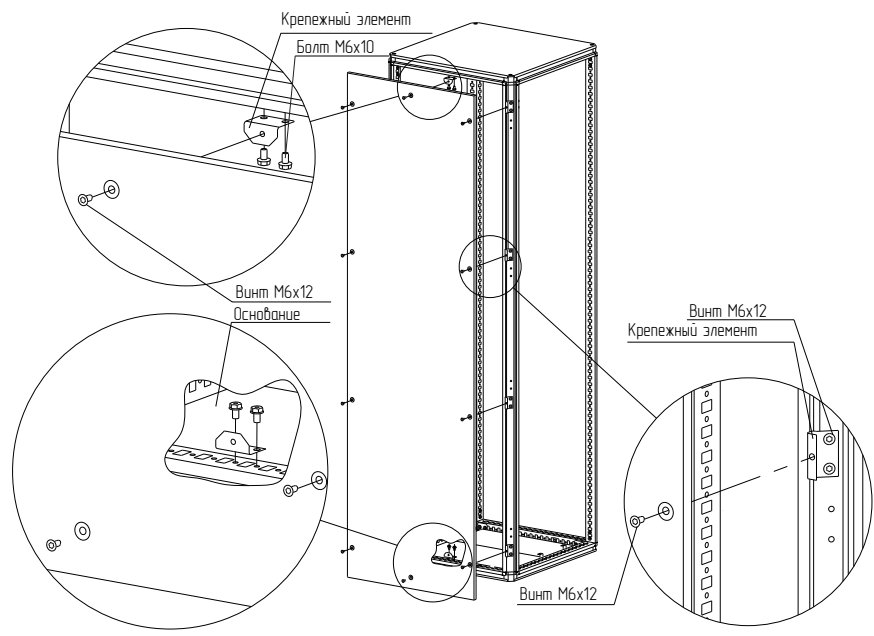

Рисунок 4
4.2.2 Закрепить восемь крепежных элементов на стойках каркаса (рисунок 4). Для крепления использовать винты М6×12. Момент затяжки – 7 Н·м.
4.2.4 Закрепить панель заднюю на крепёжных элементах винтами М6×12 (рисунок 4).